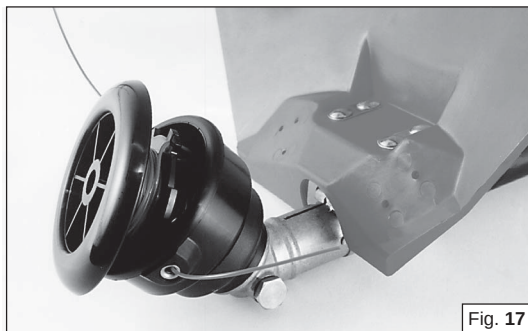

Fig. 17
- 3 - Terminado o enrolamento do fio, bloqueie-o nas apropriadas fendas como indicado na Fig. 16 B. Monte a mola. Enfie o fio através dos olhais (Fig. 17 - pag. 12) retire-o para fora e desbloqueie. Bloqueie o cabeçote com o botão.
- 3 - Завершив обмотку провода, зафиксировать его в специальных прорезях, как показано на Рис.16B. Установить пружину. Пропустить провод через отверстия (Рис.17-стр.28), вытянуть его наружу и отпустить. Закрепить головку крышкой.
3. Po nawinięciu żyłki, zablockować ją tak jak to wskazano na rysunku 16B. Zamontować sprężynę. Przełożyć żyłkę przez okute otwory w obudowie (Rys. 17 - str. 12), przeciągnąć na zewnątrz i zablockować. Zablockować głowicę za pomocą pokrętki.